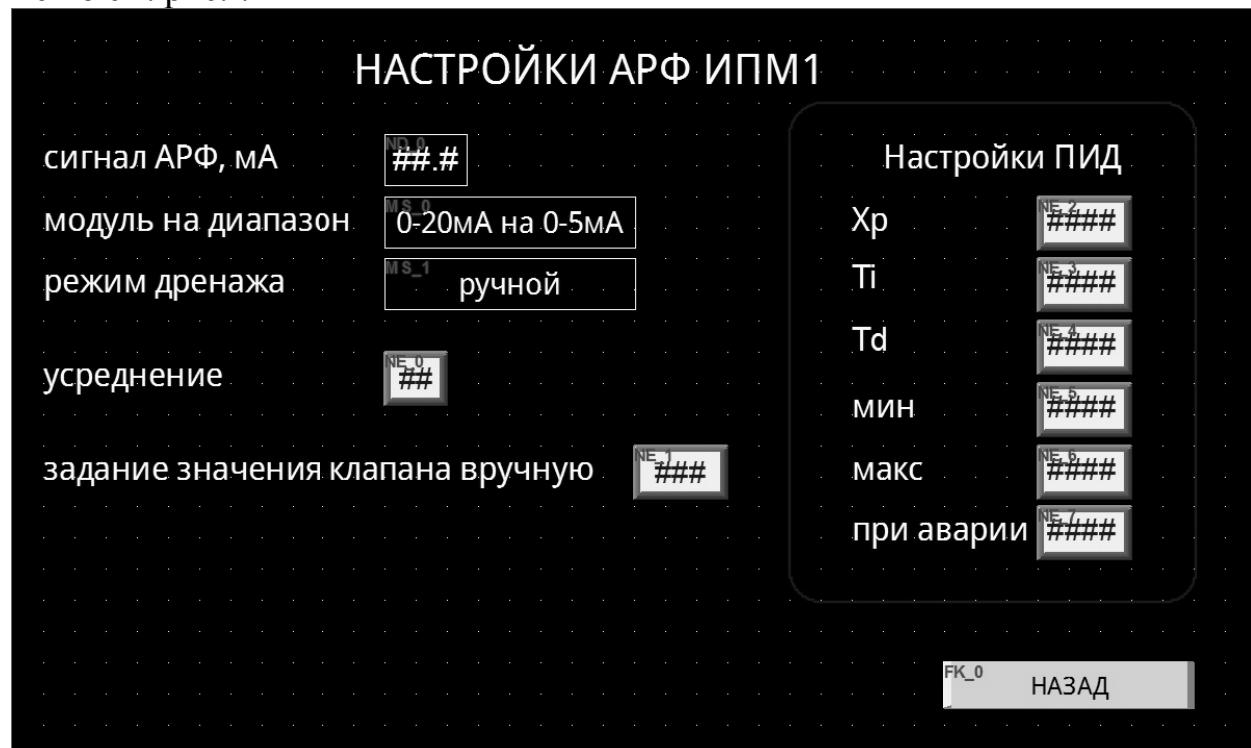

Рисунок 7. Меню настройки АРФ.
3.11 При нажатии на кнопку «Настройки АРФ» появляется следующее меню см. рис. 7